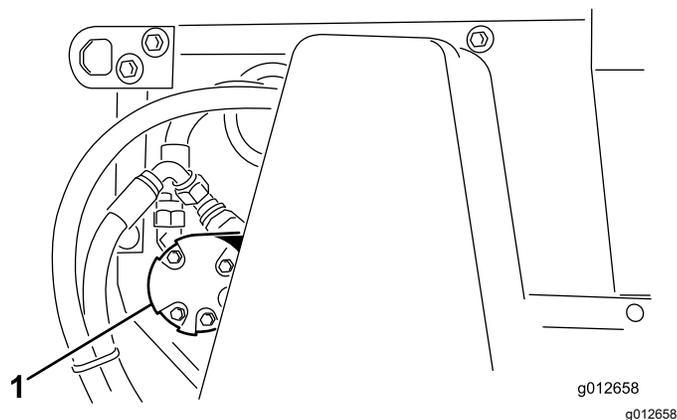

Figura 41
2. Desaperte as porcas que prendem o motor da escova (Figura 41) ao lado esquerdo da máquina.